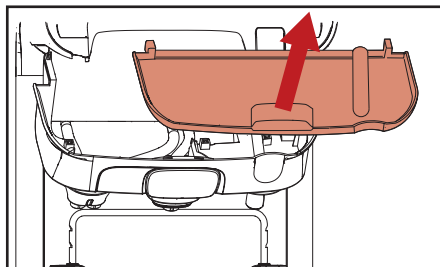

Fig. 5.11 - Verwijder interne lekbak
- c. Indien nodig, verwijder de interne lekbak en reinig hem (fig. 5.11).